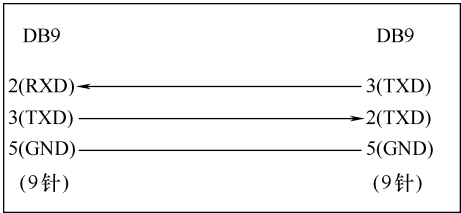

图 7-2 RS232 标准接线
常见的 RS232 的接线标准是 3 条线，两根数据线 and 一根地线，即两个 RS232 设备的发送端 (TXD) 和接收端 (RXD) 及接地端 (GND)。这种方式分别将两端的 RS232 接口的 2—3，3—2，5(7)—5(7) 引脚连接起来。其中 2 是数据接收线 (RXD)，3 是数据发送线 (TXD)，5 (7) 是接地 (RND)，如图 7-2 所示。